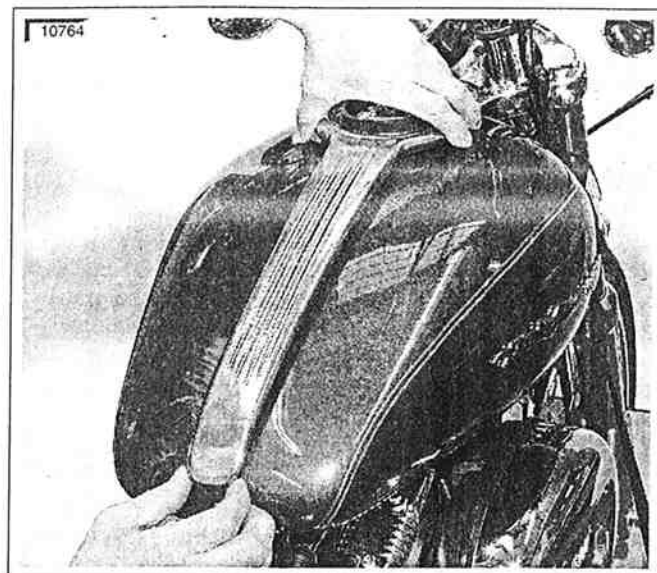

Figura 4-20. Colocación de la consola en el tanque de combustible
5. Vea la Figura 4-20. Coloque la consola sobre el tanque de combustible sin tocar el adhesivo a la superficie del tanque. Centre el agujero grande sobre la herramienta de anillo de alineación de la consola y alinee la marca en la parte trasera de la consola con la marca hecha en la parte trasera del tanque.